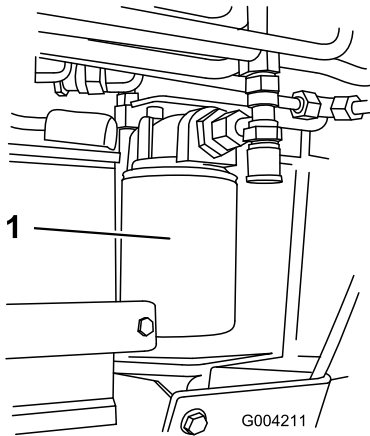

Figure 62
4. Placez un bac de vidange sous le filtre (Figure 62).
5. Enlevez le filtre à huile usagé (Figure 62) et essuyez la surface du joint de l'adaptateur.
7. Montez le filtre de rechange sur l'adaptateur (Figure 62). Tournez le filtre dans le sens horaire jusqu'à ce que le joint rejoigne l'adaptateur, puis serrez-le encore de  $\frac{3}{4}$  tour.